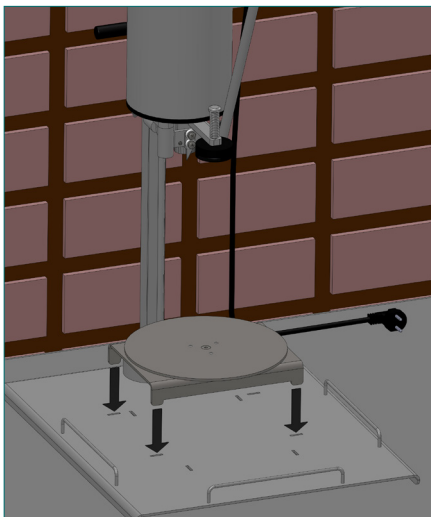

Рисунок 5
- чтобы открыть круглые банки весом 5 кг и меньше **Рисунок 5**,